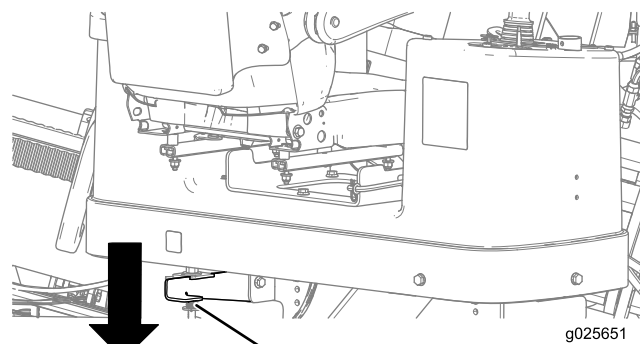

Figure 79
5. Appuyez sur le verrou arrière qui maintient la plate-forme de l'opérateur et écartez celle-ci à la position voulue, en veillant à la verrouiller en place (Figure 79).